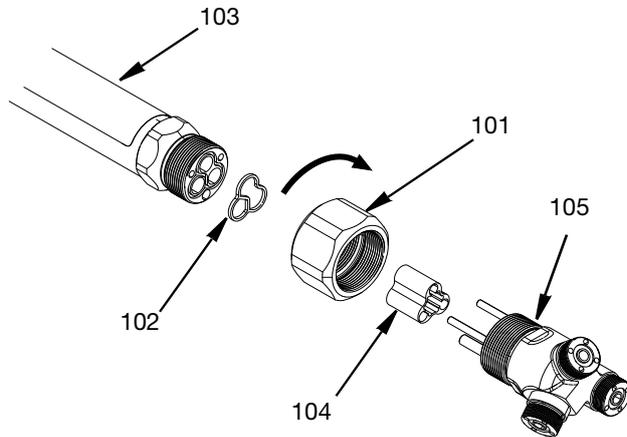
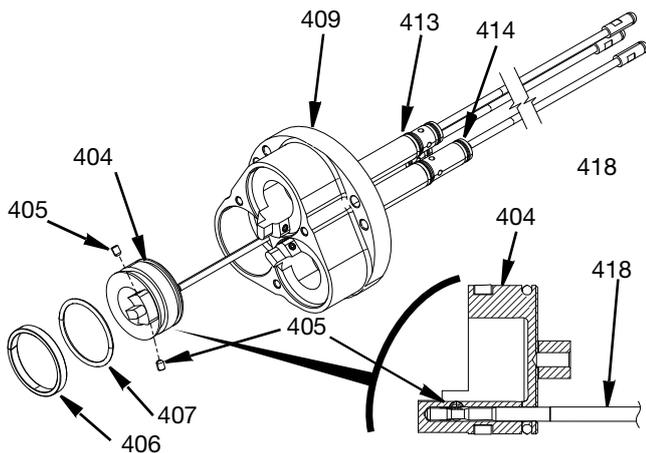

Рис. 29
Рис. 32
4. Вставьте установочные штифты 3-портового адаптера (105) в длинную трубку (103). Поверните гайку стяжной муфты по часовой стрелке, стоя лицом к корпусу поворотного шарнира, чтобы резьба длинной трубки (103) и 3-портового адаптера (105) одновременно пришли в зацепление. Затяните гайку с усилием 75 фут-фунтов (101,69 Н•м). См. Рис. 29.
6. Нанесите тонкий слой литиевой смазки на иглы запорного клапана (418) и вставьте их через короткую и длинную направляющие уплотнения подшипника (413 и 414).
7. Установите уплотнительные кольца (407) и направляющие кольца (406) на поршни (404).
8. Поместите поршни (404) на иглы запорного клапана (418) Рис. 29 отверстия корпуса пневматического цилиндра (409) до тех пор, пока поршни не войдут в отверстия корпуса пневматического поршня. См. Рис. 32.